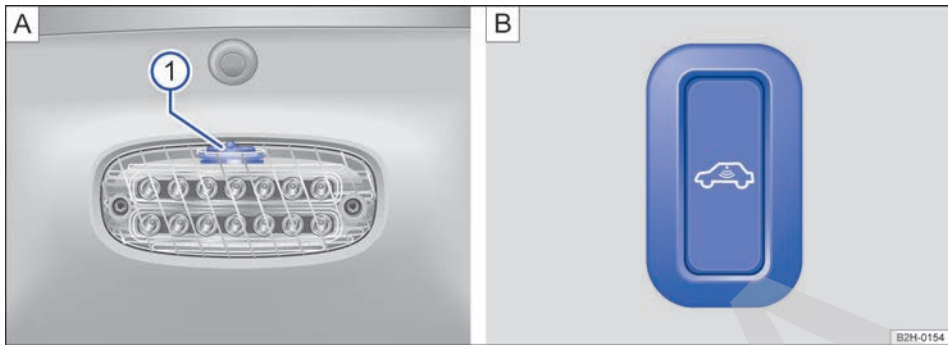

Fig. 81 Mando de la luz del techo rígido: **A**: encima de la luneta trasera abatible y **B**: en el lado izquierdo del vehículo cerca de la luneta trasera abatible.
La luz del techo rígido no puede encenderse cuando el mando → fig. 81 ① **A** se encuentra en la posición central.